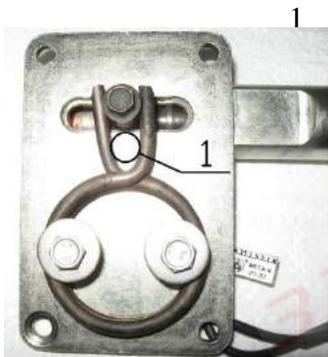

Рис. 9
5.9. Установить механизм переключения пониженной передачи на крепёжные шпильки лючка таким образом, чтобы закрепленная на вилке ось попала в промежуток между усами пружины кручения размещенной на механизме Рис.9 поз.1. Проверить плотность прилегания пластины механизма к прокладке лючка, а также существование гарантированного зазора между корпусом раздаточной коробки и моторредуктором механизма, при отсутствии